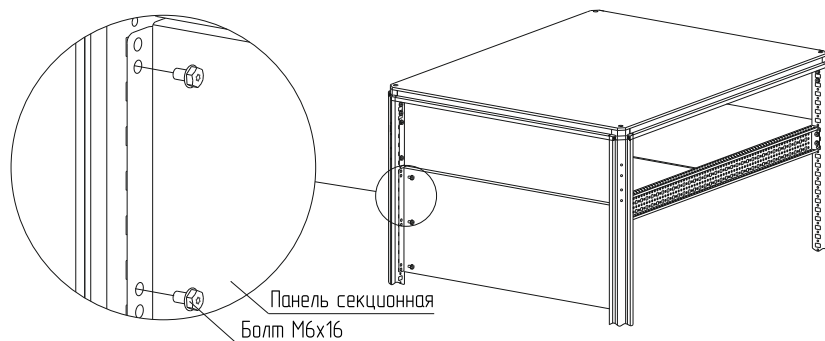

Рисунок 65
4.35.2 Закрепите панель на нужной высоте к стойкам болтами М6×16 (рисунок 65). Момент затяжки – 7 Н·м. Болты в комплект не входят.